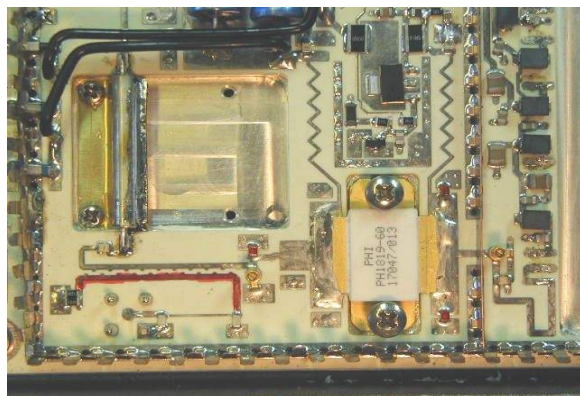
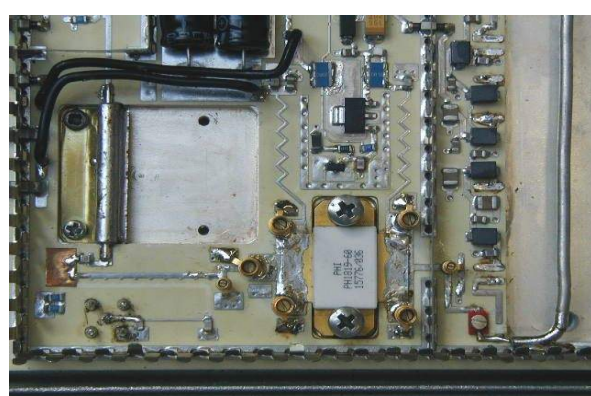

Bild6 Leitung u. Bauteile entfernen
Bild7 Einbau der Saphirtrimmer
7. Bild 6 zeigt die rot gezeichneten SMD "Cs" und die parallel zur Ausgangs- Stripline verlaufende Koppelleitung, die entfernt werden müssen. Es werden nun wie in Bild 7 zu sehen ist fünf Saphirtrimmer (2-6pf) gegen Masse eingelötet. An der Stelle des Isolators wird die unterbrochene Leitung mit einem Stück UT141 Festmantelleitung überbrückt. Die Verbindung des Schirms mit Masse wird mit einem Stück Messing- oder Kupferblech realisiert. Siehe Bild 6 oder 7.
9. Ein kleines "Fähnchen" 6x6mm (z.B. Streifen aus Kupferfolie) siehe Bild 7 links unten bringt bei voller Ansteuerung von ca 8W die maximale Ausgangsleistung von 60W. Es sollte ein Betriebsstrom von 5,5-6,5A fließen. Am Monitoranschluss sind bei 60W Output etwa -0,3V zu erwarten.